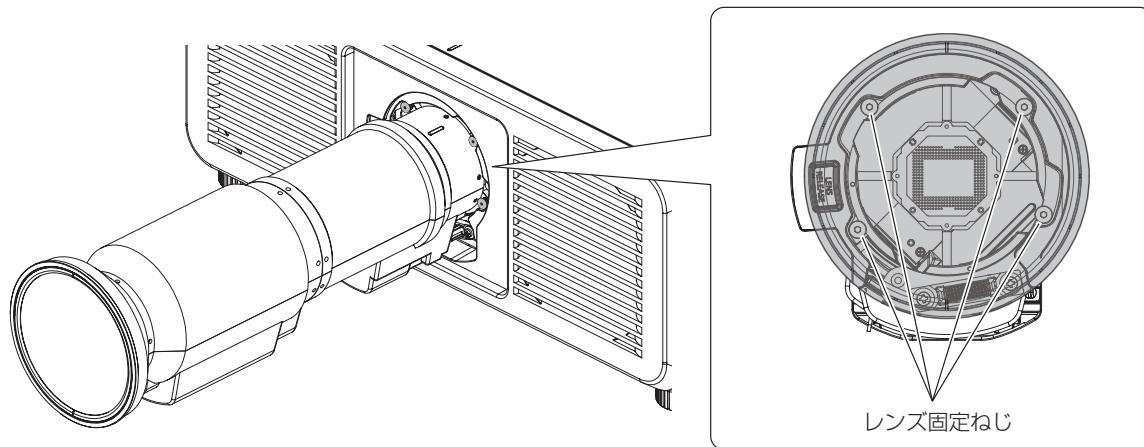

図1
- 1) レンズ固定ねじ（4か所）を六角ボールポイントドライバーで空回りするまで緩める（図1）